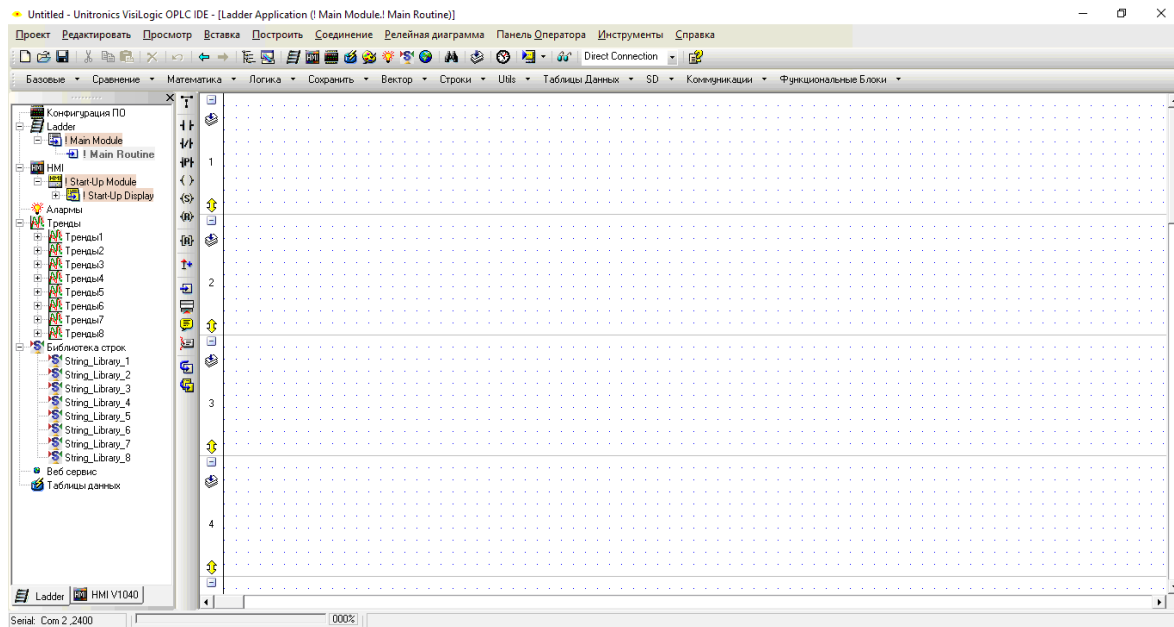

Рис. 1.7. Вікно редактора програм
6. Натискаємо Ок і у новому вікні створюємо програму на мові LD згідно з завданням (рис. 1.7).